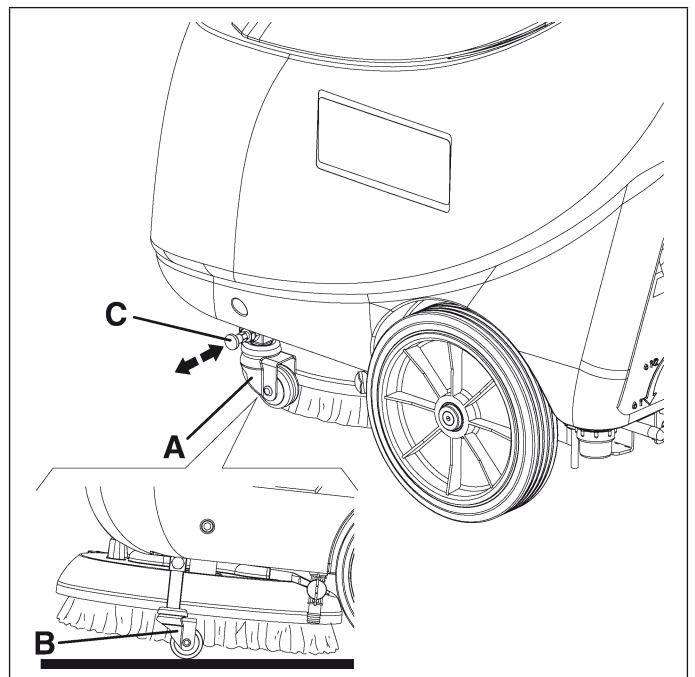

Figure 9
11. Poner el cepillo/filtro en posición de levantamiento, llevando el dispositivo de estacionamiento (A, Fig. 9) de la máquina en posición de activación (B) después de haber insertado la clavija relacionada (C).